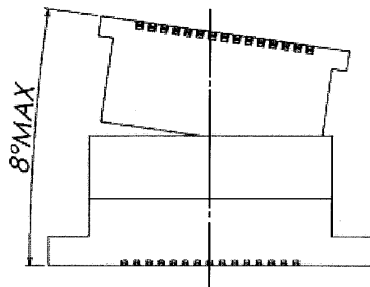
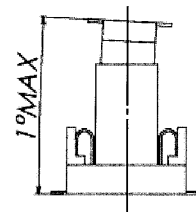

図 4/Fig.4
図 5/Fig.5
- ・ 嵌合時の許容角度は図 4~図 5 になりますので、記載角度以下で使用して下さい。
- ・ Please mate below the angle of the figure 4,5.